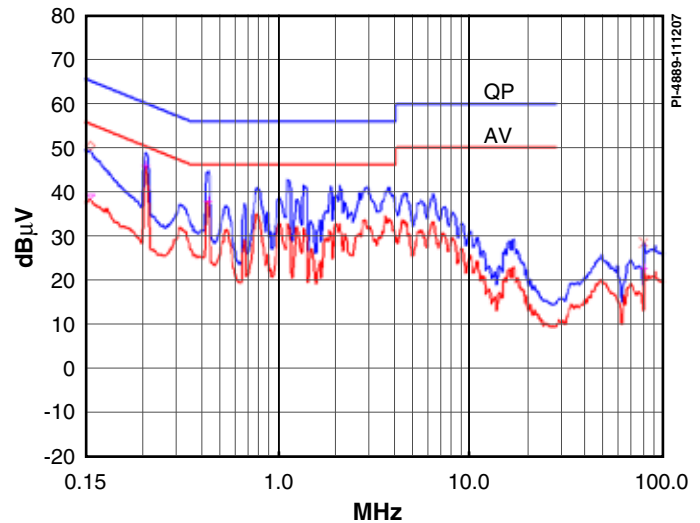

图2. 在230 VAC输入且输出端接地情况下的传导EMI (显示CISPR-22极限线)
- 集成的频率调制特性加上低成本的EMI滤波器，能使设计符合 CISPR-22/EN55022B传导EMI要求（见图2）